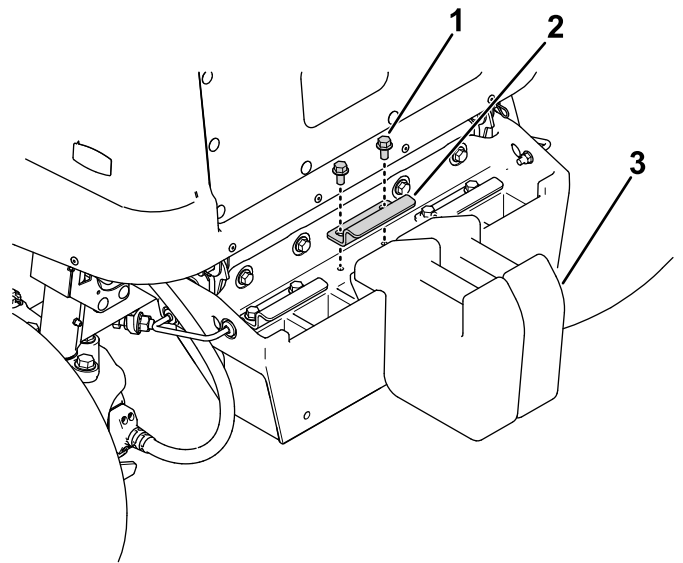

Bild 15
2. Fügen Sie zwei Ballastgewichte zum Stoßfänger hinzu, wie in Bild 15 dargestellt.
3. Verwenden Sie die Schrauben und die Halteklammer des Ballasts (Bild 15), um den Ballast an der Stoßstange zu befestigen.
1. Lösen Sie die Schrauben (Bild 15), mit denen die Halteklammer des Ballasts am Stoßfänger befestigt ist.